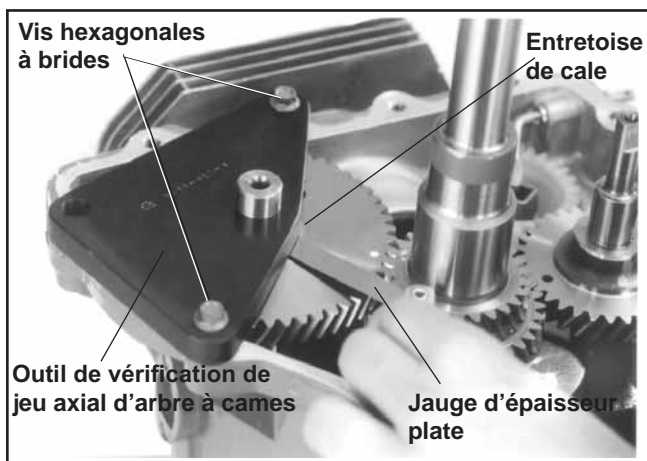

Figure 11-13. Contrôle du jeu axial de l'arbre à cames.
- Installer l'outil de vérification du jeu axial d'arbre à cames (voir section 2) au carter et à l'arbre à cames. Fixer l'outil au carter avec les vis hexagonales à brides fournies. Voir la figure 11-13.